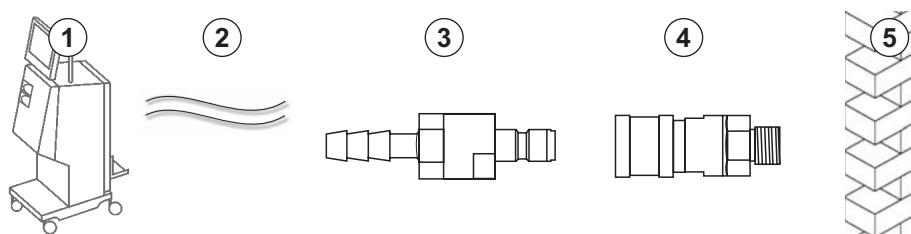

Fig. 4-6 Aquaboss-koblinger for dialysevæskeutgang
- 1 hannlukningsnippel (Fig. 4-6, ③), materiale 1.4571 EPDM
- 1 hunnslangekobling (④), innvendig diameter på fleksibel slange 9 mm, materiale 1.4571 EPDM
1. Koble slangen ② til maskinen og fest med slangeklemme eller skruklemme.
2. Koble hannlukningsnippelen ③ til slangen og fest med slangeklemme eller skruklemme.
3. Koble hannlukningsnippelen ③ til hunnslangekoblingen ④ som er festet på veggen.